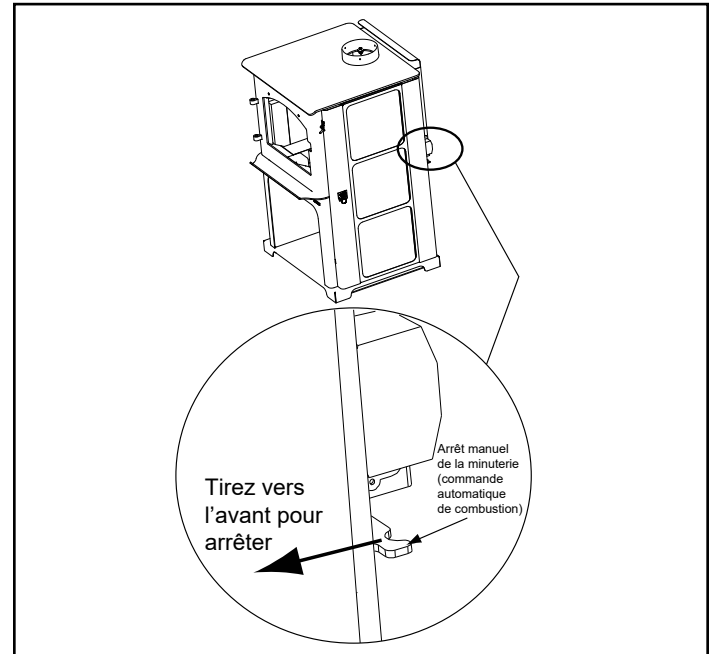

Figure 11.3
**Commande manuelle de la minuterie :** si vous devez éteindre le système ACC avant qu'il ne passe par le cycle d'arrêt de lui-même ; 25 minutes, tendez la main vers l'arrière de l'appareil sur le côté droit et tirez le levier vers l'avant de l'appareil (Figure 11.3).